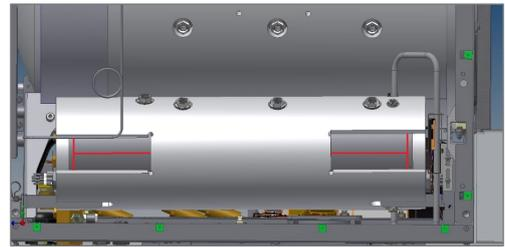

Abb. 8: Kreuzungspunkte Dampferzeugernähte (Cliniclave 45)
1. Bis Seriennummer 2016C451030 sind noch keine kreisförmigen Freimachungen in der Isolierung am Dampferzeuger vorhanden. Diese entsprechend Abb. 8 mit einem Cutter-Messer einbringen.